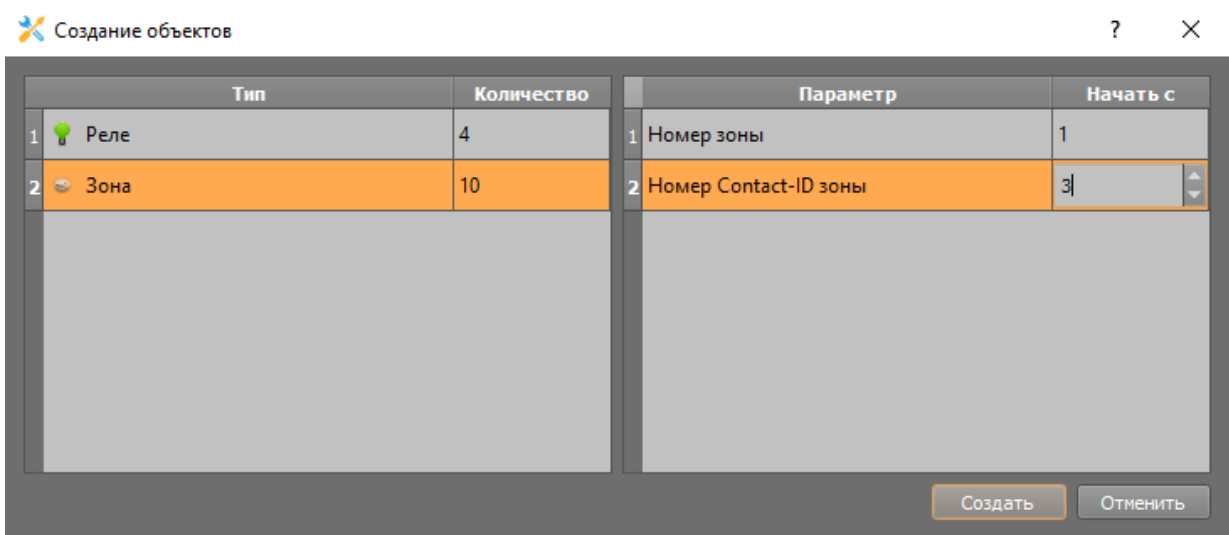

Рисунок 3-22. Добавление зон к прибору через мастер создания дочерних элементов
4. Под прибором создайте зоны в соответствии с используемым типом прибора (например, прибор «Сигнал-10», как в примере (Рисунок 3-22), может содержать не более 10 зон и 4 реле. Для создания нескольких зон и реле, целесообразно воспользоваться кнопкой создания дочерних объектов на панели свойств прибора.